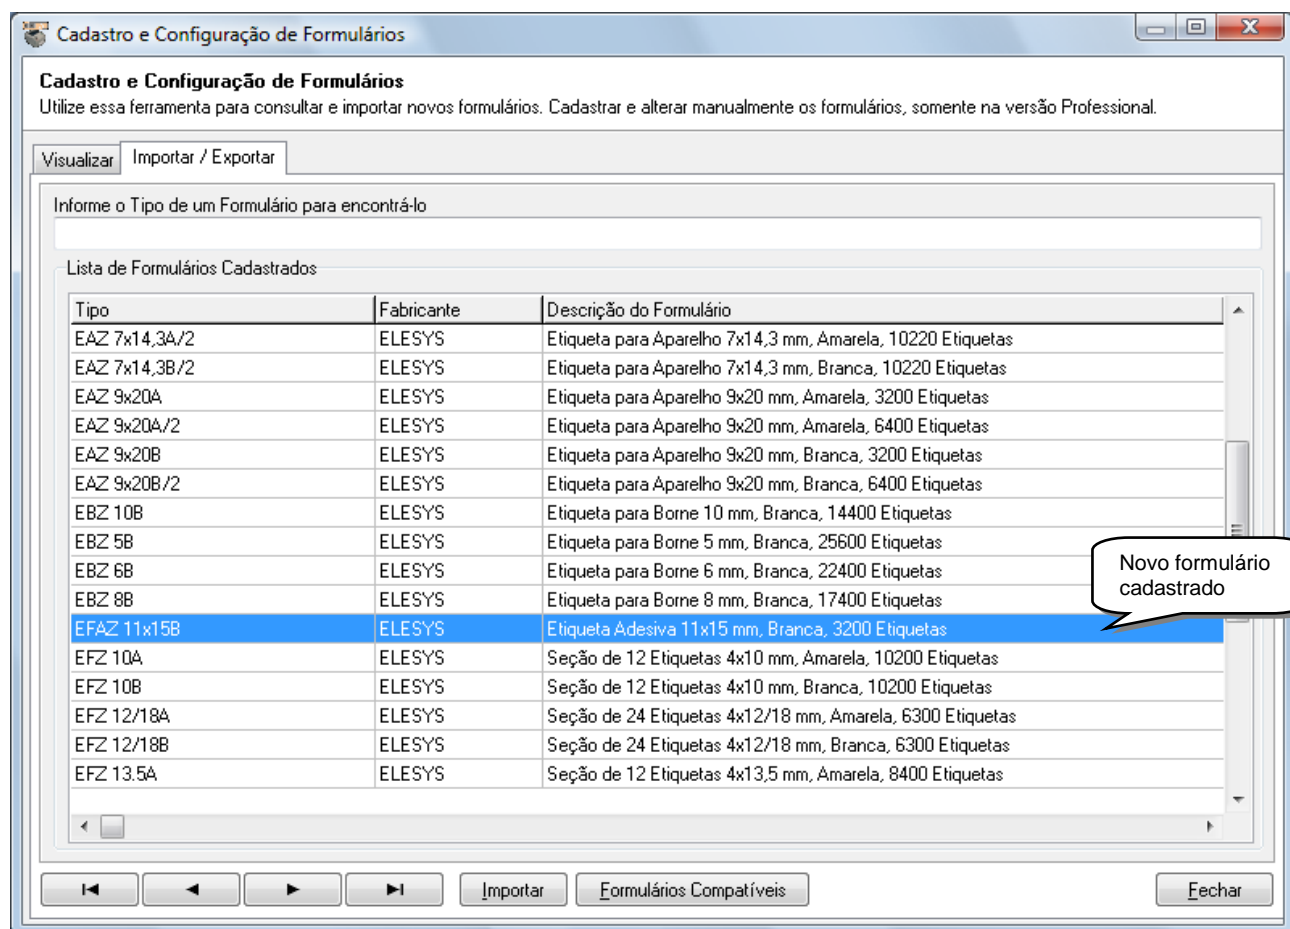

Figura 11.1.4
- Quando o software concluir a importação, uma mensagem será exibida. Confirme e feche a janela de importação. Neste momento o formulário já foi cadastrado no software e poderá ser visualizado na lista de formulários (figura 11.1.4).